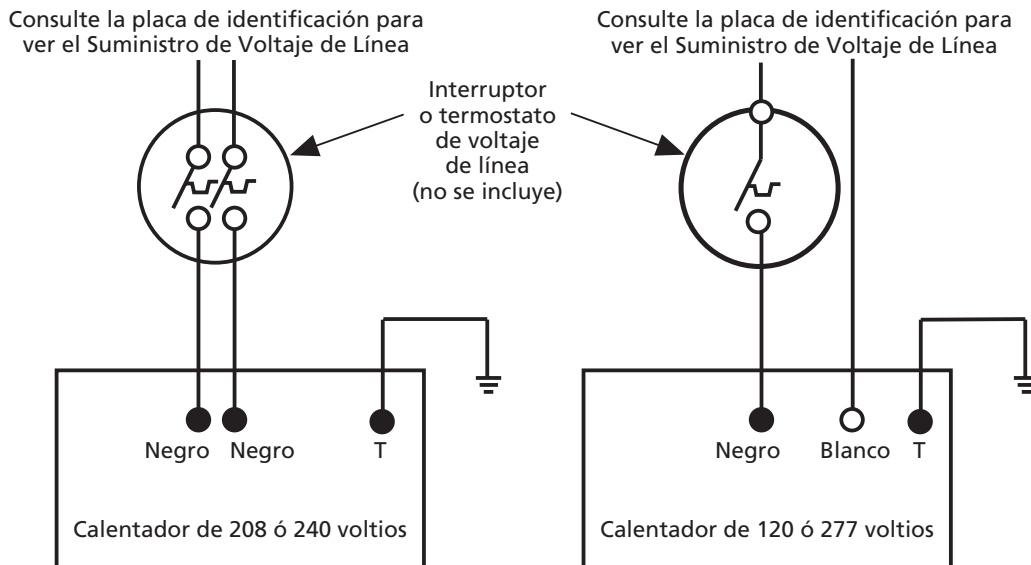

Figura 4 – Diagrama de Cableado **AVISO:** Los calentadores deben conectarse correctamente a tierra.
2. Haga las conexiones eléctricas de acuerdo con la Figura 4, y estas instrucciones. El calentador debe conectarse correctamente a tierra como una medida de precaución contra un choque eléctrico. Utilice una caja de empalmes debidamente conectada a tierra para conectar el calentador al suministro eléctrico.
4. Conecte los conductores del panel de calefacción a los conductores de suministro eléctrico (consulte la Figura 4 y las instrucciones de CABLEADO, en la página 3). El calentador debe conectarse
2. Inserte el panel de calefacción a través de la abertura (consulte la Figura 8) y conecte los conductores eléctricos (consulte la Figura 4 y las instrucciones de CABLEADO). El calentador debe conectarse correctamente a tierra como una medida de precaución contra un choque eléctrico. Utilice una caja de empalmes debidamente conectada a tierra para conectar el calentador al suministro eléctrico.